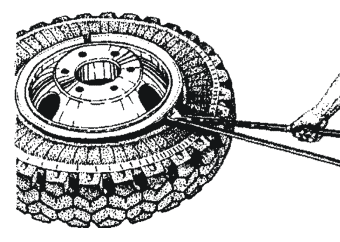

Рис. 5-11 Отжатие борта шины
4. Удерживая прямую лопатку в пазу вилочной, последней продолжать отжатие борта шины до тех пор, пока он не будет снят с конической полки бортового кольца (рис. 5-11).